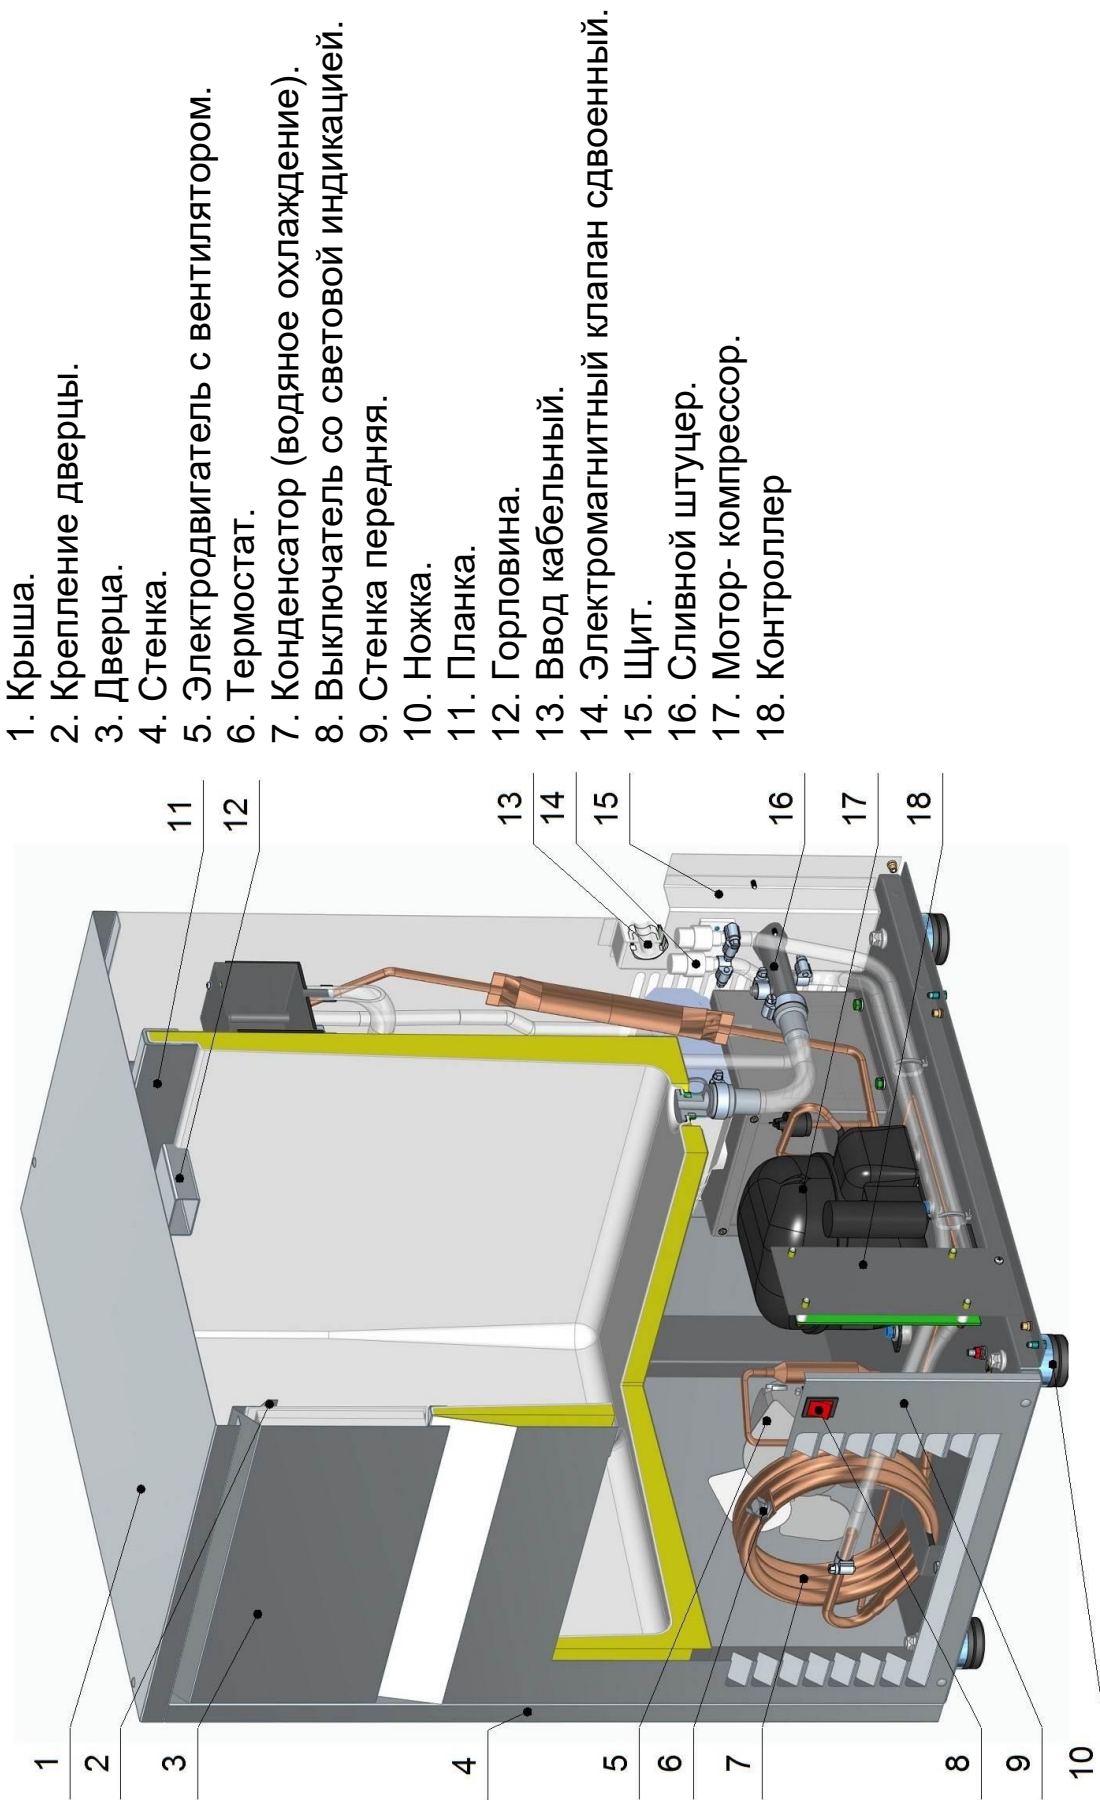

Рис. 1 Устройство льдогенераторов ЛГ-60/20Г-01, ЛГ-90/30Г-01
2.1.1 Устройство льдогенераторов гранулированного льда ЛГ-60/20Г-01, ЛГ-60/20Г-02, ЛГ-90/30Г-01 и ЛГ-90/30Г-02 приведено на рис. 1, рис. 2, рис.3.